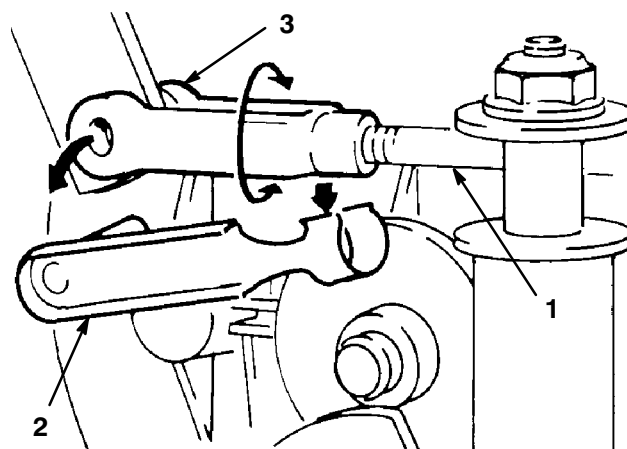

Figure 28
14. Trouvez l'extrémité de la tige de PdF à gauche de la transmission (Fig. 28). Enlevez le dispositif de retenue de l'axe de chape et tournez la chape pour allonger ou raccourcir la tige, de manière à obtenir l'écartement voulu entre la courroie et la poulie.